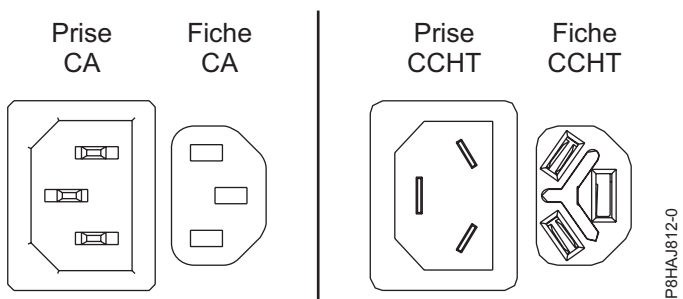
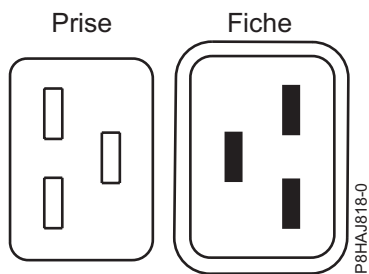
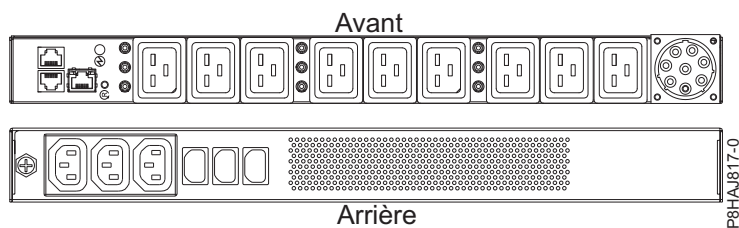

Figure 33. Connecteurs CA et CCHT
Figure 34. Connecteurs pour le système 8408-44E
Figure 35. Unité d'alimentation pour le système 8408-44E
La figure 33, à la page 51 représente les connecteurs pour courant alternatif (CA) et courant continu haute tension (CCHT) pris en charge. Les figure 34, à la page 51 et figure 35, à la page 51 illustrent les